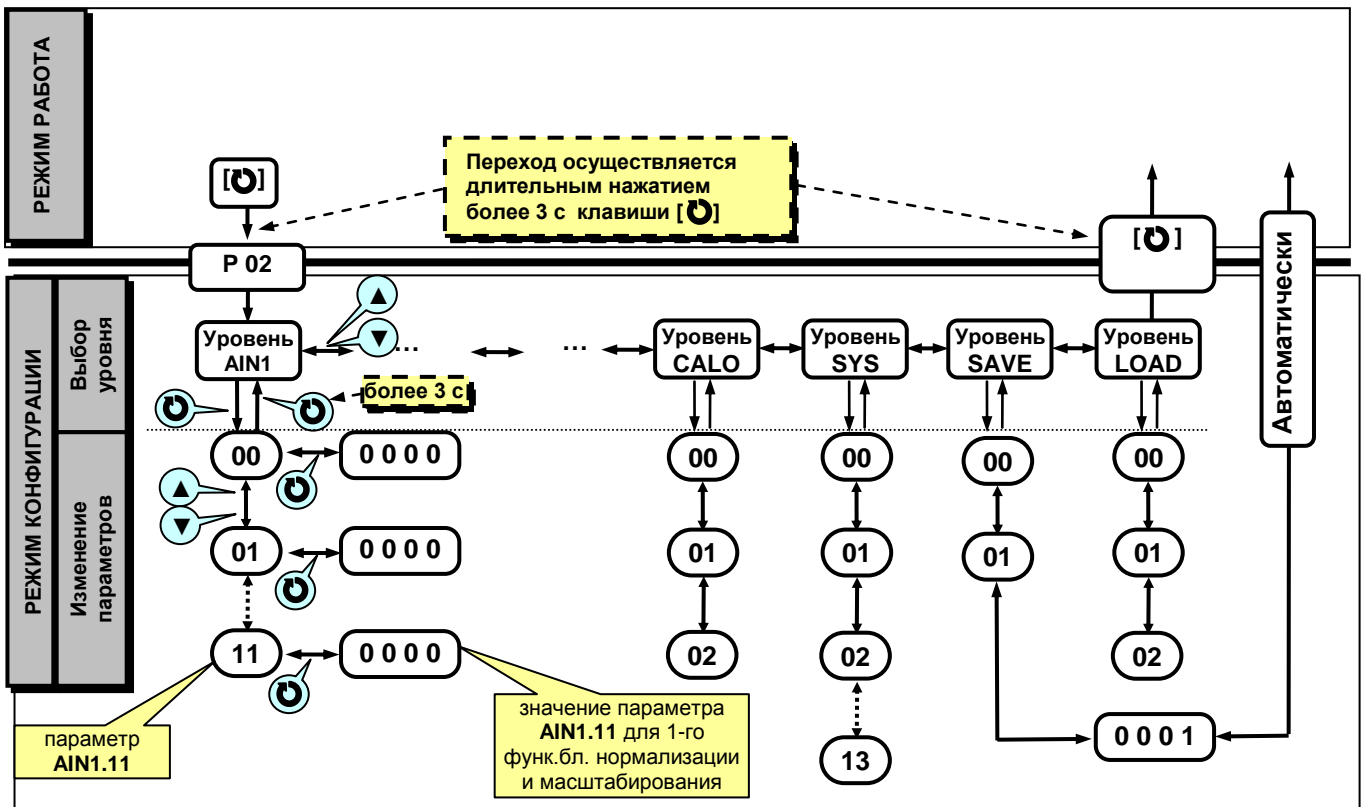

Рисунок 4.2 - Диаграмма режимов конфигурации и настроек
• Параметры, используемые в индикаторах ИТМ-111, ИТМ-111В, сгруппированы в уровни и представлены на диаграмме – см. рисунок 4.2.
В тексте руководства по эксплуатации идет ссылка на параметр из таблицы параметров индикатора в виде XXXX.YY (например ALRM.00), где XXXX – название УРОВНЯ, а YY – номер пункта меню (смотри рисунок 4.2).